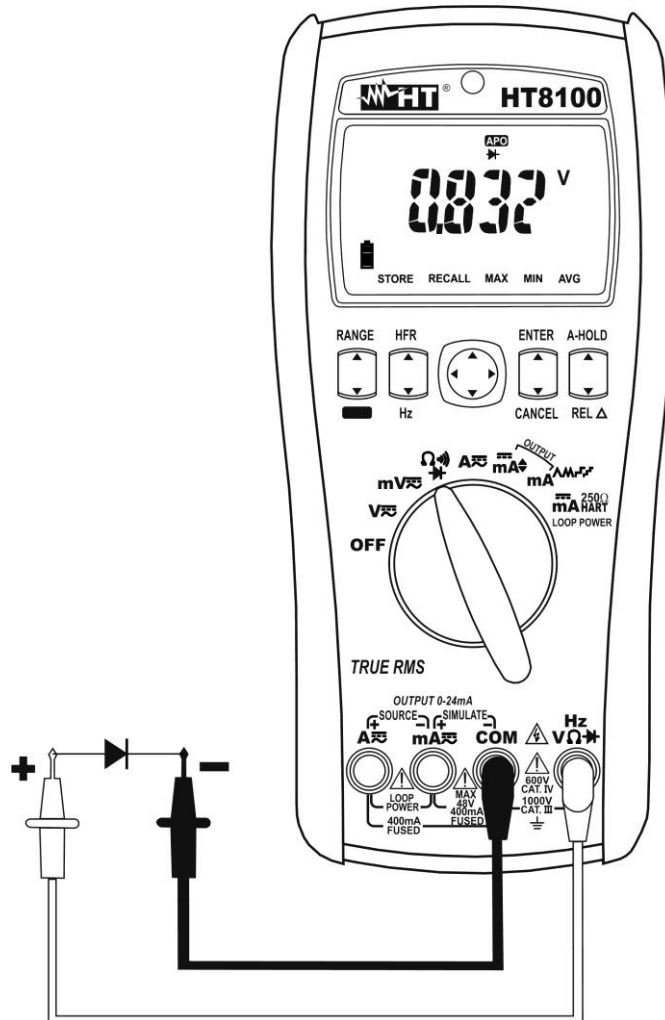

Fig. 7 : Utilisation de l'instrument pour le test des diodes
4. Positionner les embouts aux extrémités de la diode sous test en respectant les polarités indiquées (voir Fig. 7). La valeur de la tension de seuil en polarisation directe est affichée. Pour une bonne jonction P-N, l'instrument doit afficher une valeur comprise entre 0.4 et 0.9V. Si la valeur de la tension de seuil est de 0mV, la jonction P-N de la diode est en court-circuit.
5. Si l'instrument affiche le message « **OL** », les embouts de la diode sont inversés par rapport à ce qui est indiqué dans Fig. 7 ou bien la jonction P-N de la diode est endommagée.